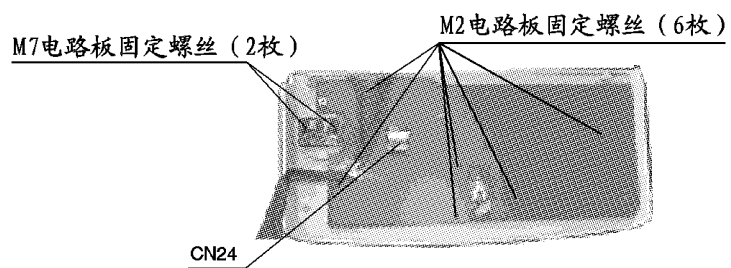

图 7-8
d) 拆卸M2电路板固定螺丝 (6枚)、M7 (JOB) 电路板固定螺丝 (2枚)。(图 7-8)